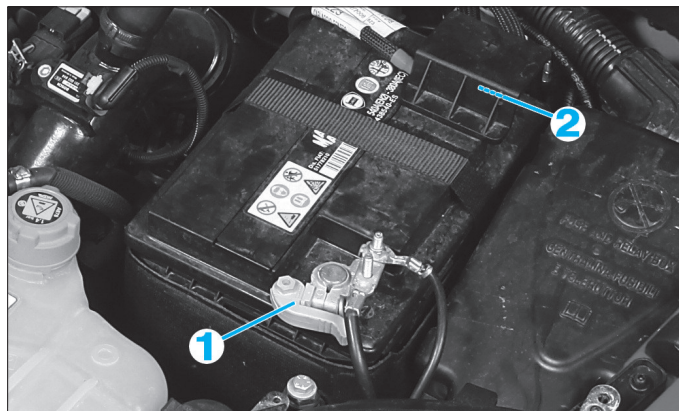

Fig. 1
- Débrancher la borne négative à décrochage rapide (1) puis la borne positive (2) (Fig.1).